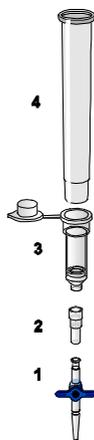

Figura 1. Montagem dos componentes do QIAamp DSP Virus Kit para o processamento de amostras com vácuo:
Certifique-se de que o extensor da coluna (EXT), a coluna QIAamp MinElute, o VacConnector (VC) e a VacValve estão corretamente instalados (consulte a Figura 1).
5. Centrifugue o tubo de lise (LT) por ≥5 segundos à velocidade máxima para remover gotas do interior da tampa.
6. Troque de luvas e abra cuidadosamente o tubo de lise (LT).
7. Adicione 600 µl de etanol (96 a 100%) ao tubo de lise (LT), feche a tampa e misture por agitação em vórtex pulsador por impulsos por ≥15 segundos. Incube em temperatura ambiente por 5 minutos (15 a 25 °C).
8. Centrifugue o tubo de lise (LT) por ≥5 segundos à velocidade máxima para remover gotas do interior da tampa.
9. Insira a coluna QIAamp MinElute dentro do VacConnector (VC) no sistema de vácuo (consulte a Figura 1, na página 28). Insira um extensor da coluna (EXT) na coluna QIAamp MinElute aberta.